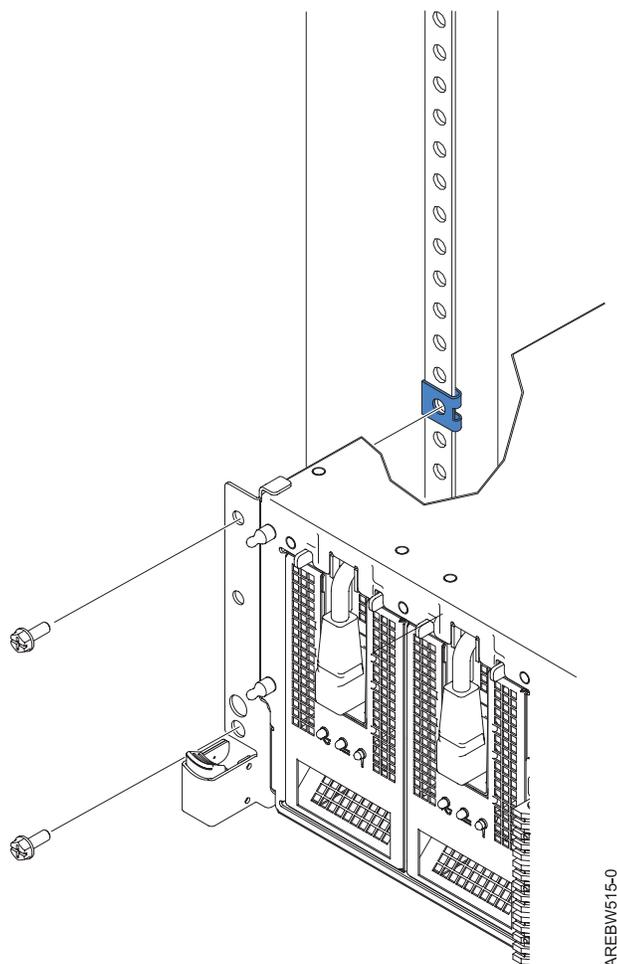

Figura 7. Fijación del sistema al bastidor con los cierres de bastidor
10. Fije el sistema al bastidor con los cierres de bastidor. Instale el tornillo superior y, a continuación, instale el marco frontal. A continuación, instale el tornillo inferior a través del marco frontal. Utilice los tornillos de retención para fijar el sistema al bastidor, tal como se muestra en la Figura 7.